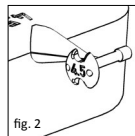

fig. 2
■ **fig. 1a, 1b/2** Discul separator (fig. 1a, 1b) pentru protezele totale are opt separatoare individuale aplicate în formă de satelit de lungimi diferite (3.0-7.0 mm). Pe partea posterioară a unui separator este indicată lungimea corespunzătoare (fig. 2). Decupările și găurile servesc la reducerea greutateii precum și la o vedere de ansamblu mai bună în timpul procedurii de măsurare în urechea medie.
■ 图 1a, 1b/2 所有假体的筛选器(图1a, 1b)有8个不同长度(3.0-7.0mm)个别的细长型尺寸。相关长度都被标记在每个筛选器的背面(图2)。保险开关和气孔都是为减少重量设计的并且当在中耳中进行测量时,为其提供了一个清晰的视野。